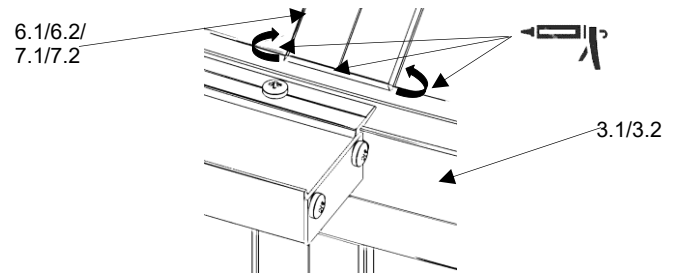

Abb.65
- alle 12 Verbindungsstöße zwischen Dachsprossen (6.1/6.2) (7.1/7.2) und den Traufprofilen (3.1/3.2) müssen umlaufend versiegelt werden. (Abb.65/66)